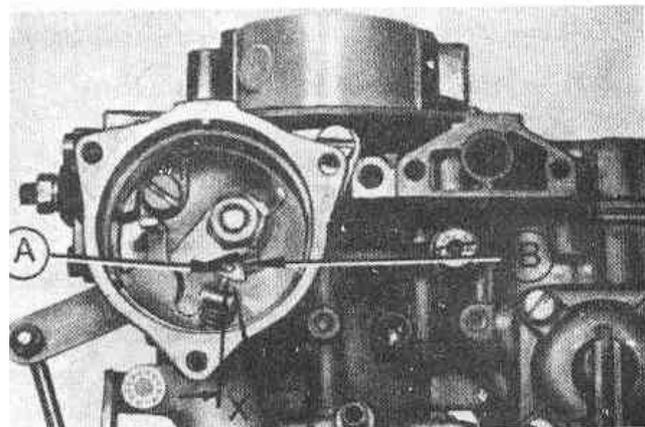

рис.3.95. Проверка регулировки фазирования заслонки (Разд.36)
9. Отпустите тягу газа и заглушите двигатель. Если удерживать воздушные заслонки в закрытом положении, винт высоких оборотов холостого хода должен находиться на кулачке рядом с упором, фиксирующим поднятое положение кулачка, с небольшим зазором (Рис.3.95). При необходимости отрегулируйте фазировку подгибом соответствующего язычка.